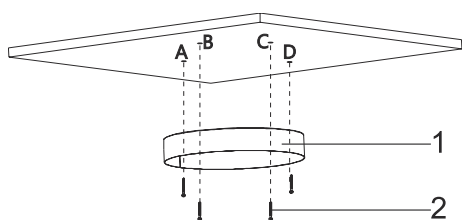

Fig. 9
3. ➤ Montera nu takfästet i taket med de medföljande skruvarna (Fig. 9).